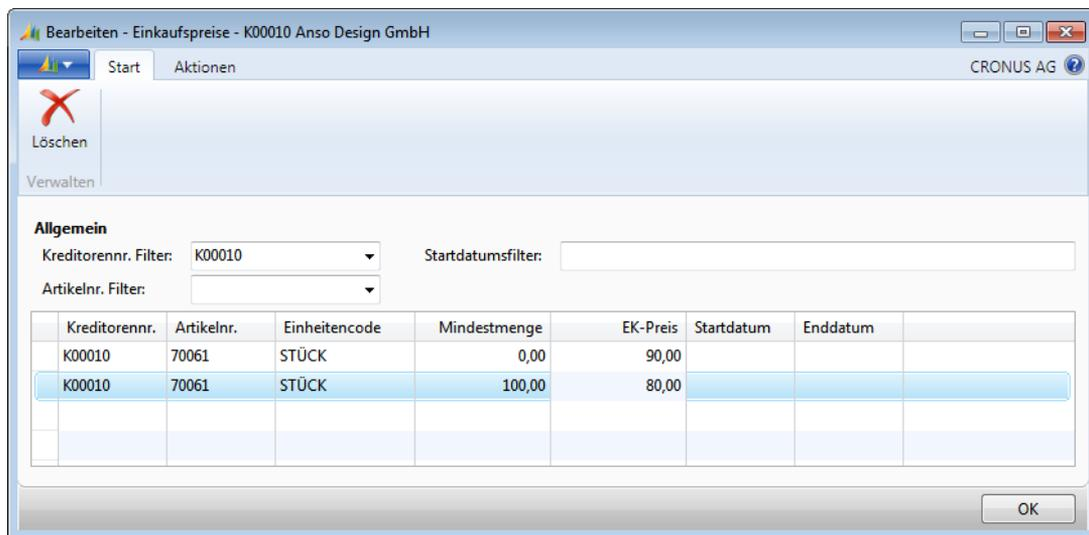

Abbildung 4.5 Erfassen der vereinbarten Einkaufspreise
3. Tragen Sie die erste Preisvereinbarung in der ersten Zeile ein, indem Sie *Artikelnr.*, *Einheitencode* und *EK-Preis* erfassen (siehe Abbildung 4.5).